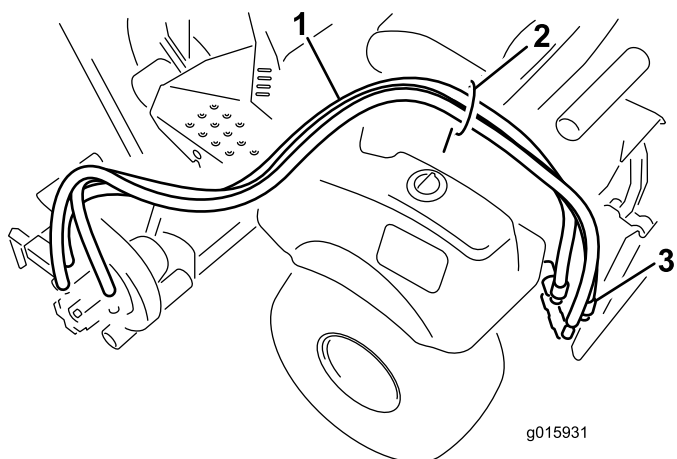

Figura 7
1. Encaminhe os tubos hidráulicos através do guia de tubos e até à traseira da máquina (Figura 7).
2. Ligue os tubos aos conectores traseiros remotos (Figura 7).